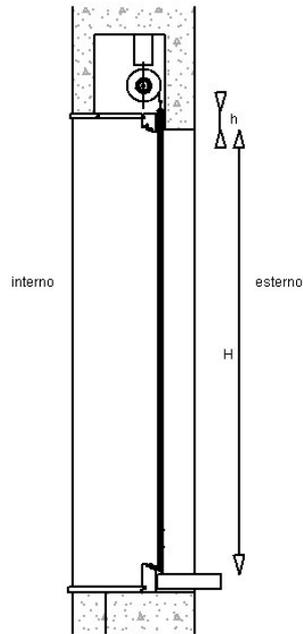

Fig. 3
- 1) Tagliare a misura (h luce +70mm) (vedi Fig. 3);